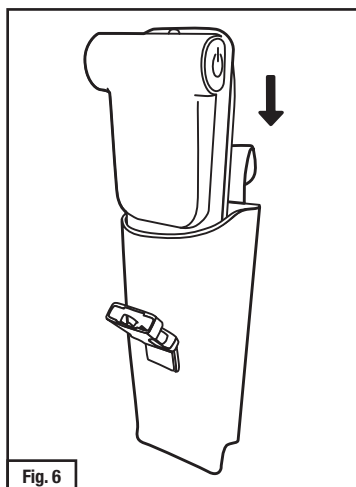

Fig. 6
- O estojo pode ser usado em ambos os lados do cinto de fixação. Se optar por usar a bateria e estojo no lado **direito** do cinto, deslize o adaptador TR-659 com bateria no estojo TR-656 com o lado da bateria de frente para cinto (lado de trás) do estojo (Fig. 6).